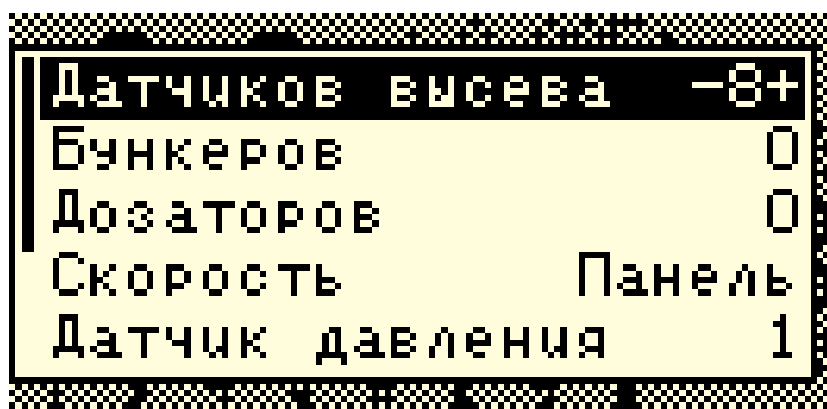

РИСУНОК 27 МЕНЮ "ПРОФИЛЬ"
- 4.9.1.  **Профиль** - вызывает вложенное меню, позволяющее настроить состав и количество датчиков системы контроля высева. Вложенное меню содержит следующие параметры, см. «Рисунок 27»: